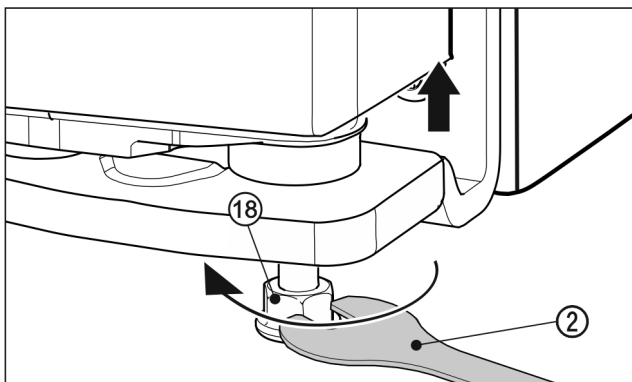

Fig. 26
- ▶ Az ajtó feljebb emeléséhez forgassa jobbra az állítható lábat Fig. 26 (18) a mellékelt villáskulccsal Fig. 26 (2), amíg a padlóval nem érintkezik. Majd forgassa tovább, amíg az ajtó magasságát be nem állította. Kiszállítási állapotban a tartócsap teljesen be van tekerve.